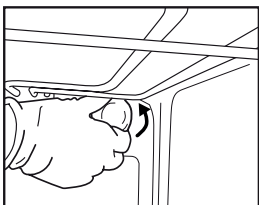
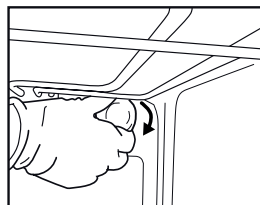

Fig. 6
Fig.7
2. Dévissez le couvercle de l'ampoule (Fig. 6), remplacez l'ampoule (voir la remarque pour le type d'ampoule), puis revissez le couvercle de l'ampoule (Fig. 7).